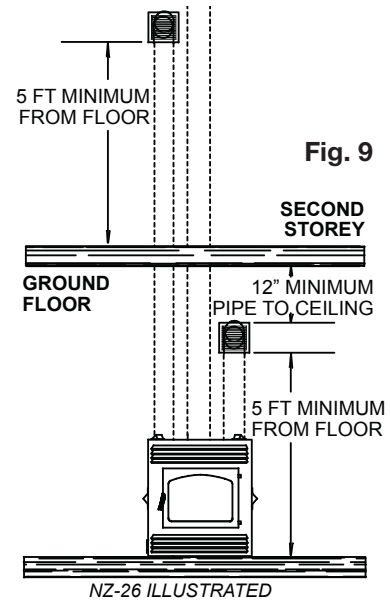

Fig. 9
7. Being careful not to compress or damage it, extend the liner to the required length (Fig. 9). If the final grille location requires more than 5 feet of liner, use extension kit NZ220-2, pipe coupler W175-0002, and vent support assembly W010-0067 (not supplied). Expose the liner, place through the framing, over the firestop spacer and secure using 3 screws. Pull the sleeve up over the liner.
7. En prenant soin de ne pas comprimer ou endommager l'évent, étirez-le à la longueur requise (Fig. 9). S'il faut plus de 5 pieds d'évent pour atteindre l'emplacement définitif de la grille, utilisez un ensemble de rallonge NZ220-2, une bague d'accouplement W175-0002, et un ensemble de support d'évent W010-0067 (non fournis). Exposez l'évent, en passant à travers la charpente, tirez-le par dessus le montage de l'espaceur coupe-feu, puis fixez-le avec 3 vis. Tirez la chemise par dessus l'évent.